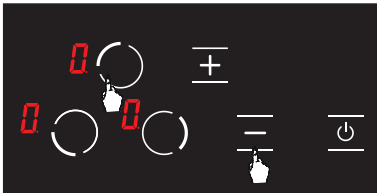

Afbeelding 20
3. Het kinderslot wordt nu ingeschakeld en het L pictogram verschijnt op alle kookplaten. (zie Afb. 20) De L en H pictogrammen verschijnen alternerend als een van de kookplaten heet is.